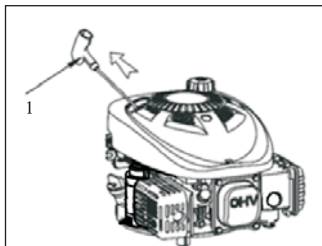

Fig. 3
Non lasciare che la maniglia di avviamento (1) rinculi contro il motore. Riposizionarla con delicatezza onde non danneggiare l'avviamento. (Fig. 3)